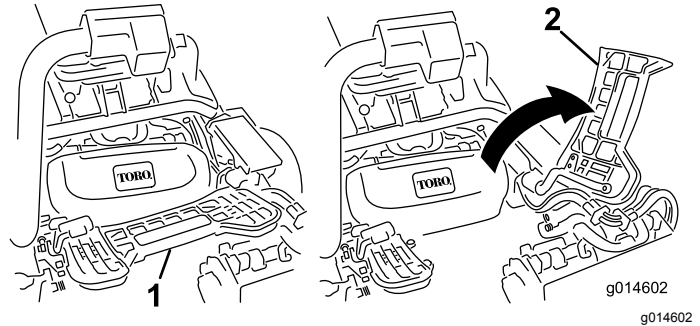

図 10
3. 中央カッティングユニットを取り付ける時は、フットレストを跳ね上げて取り付け位置へのアクセスを確保する 図 10。